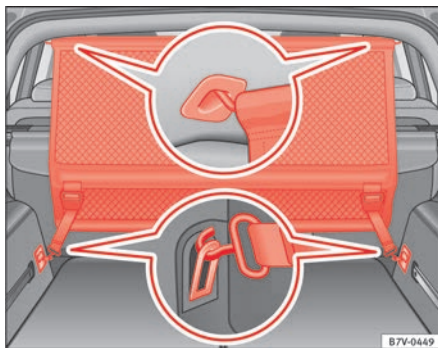

Fig. 94 No porta-bagagens: Montar a rede de separação atrás da segunda fila de bancos.
- Enganche a rede de separação no suporte esquerdo traseiro do tecto ⇒ Fig. 94 A. Para isso, certifique-se que guia a vareta desde a parte superior até abaixo.